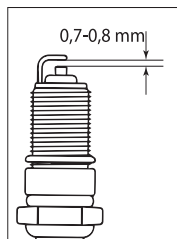

Рис. 27
7. Проверете размер на луфта между заземяващи и централни електроди, като използвате специална сонда Ако е необходимо, установете луфт 0,7–0,8 мм (рис. 27).